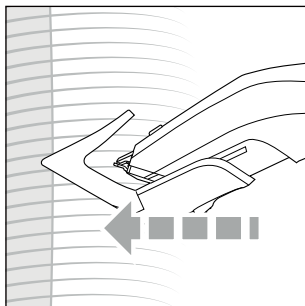

Bild 7
- 2) Håll produkten så att kamtillsatsen ⑩/⑪ eller skärhuvudet ① ligger så rakt som möjligt mot huvudet och klingan pekar mot huvudsvålen (se bild 7). För produkten i jämn takt och bara i en riktning genom håret så att det inte fastnar i skärhuvudet ①.